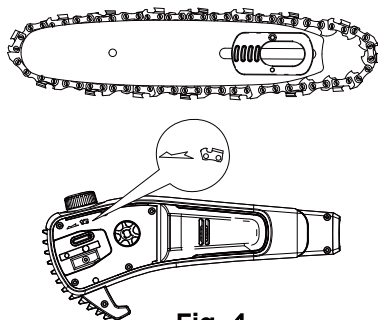

Fig. 4
2. Deslice la cadena en la ranura alrededor de la barra de guía y asegúrese de que la cadena está instalada en el sentido de rotación correcto. (Fig. 4)